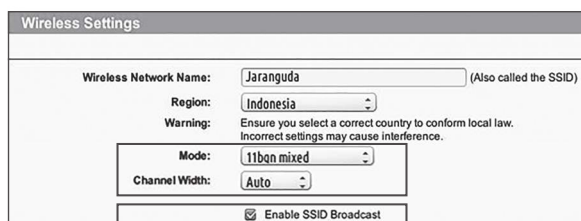

Fig. 1
2. Asigurați-vă de faptul că router-ul dumneavoastră mod setare wireless 802.11 este b/g/n mixed. (Vezi Fig. 1)
3. Asigurați-vă de faptul că, canalul dumneavoastră router / lățimea de bandă setare wireless este Auto sau 20M sau 20M mixed 40M. (Vezi Fig. 1)
4. Asigurați-vă de faptul că router-ul dumneavoastră este setat pe Enable the SSID Broadcast function/Disponibilizați funcția emisiune SSID în timp ce conectați mașina la APP. Și puteți închide după ce s-a reușit conexiunea. (Vezi Fig. 1)